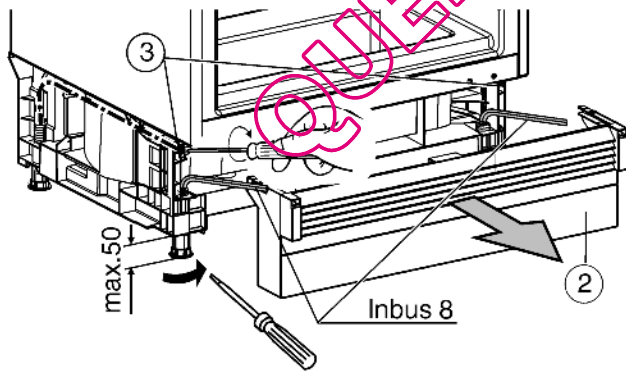

Fig. 8
- ▶ Mettre l'appareil de niveau à l'aide des pieds réglables : dévisser les pieds réglables arrières grâce aux vis Fig. 8 (3). Si les pieds réglables avant sont dévissés, tourner à l'aide d'un tournevis. Si les pieds réglables avant sont vissés, les dévisser avec une clé mâle à six pans de 8 mm. L'appareil doit être légèrement bloqué dans la niche entre le sol et le plan de travail !